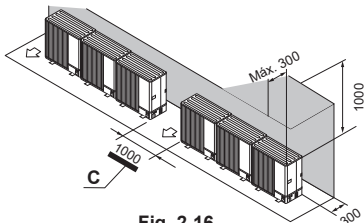

Fig. 2-16
- (2) Obstruções ou superfícies fechadas apenas na parte de trás e por cima (Fig. 2-16)
- C: Espaço (Fig. 2-16)